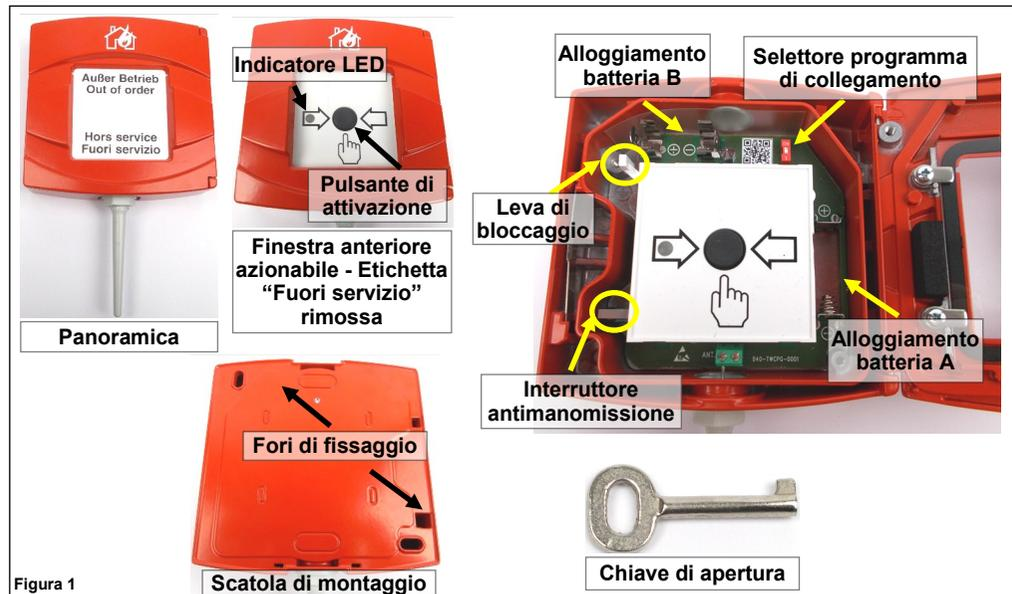

Figura 1
I due fori allungati in alto a sinistra ed il basso a destra della scatola di montaggio sono da utilizzare per l'installazione - vedi figura 1
- 2) Resettare il pulsante di chiamata utilizzando la leva di bloccaggio e chiudere la portella del dispositivo. **NOTA:** se il pulsante di chiamata è stato attivato, la leva di bloccaggio previene la chiusura della portella quando essa è aperta - vedi figura 1.